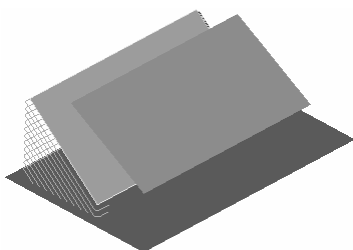

图 2-193 偏置向下
- **【偏置向下】**：沿刀轴向下偏置顶部轮廓曲线，如图 2-193 所示。